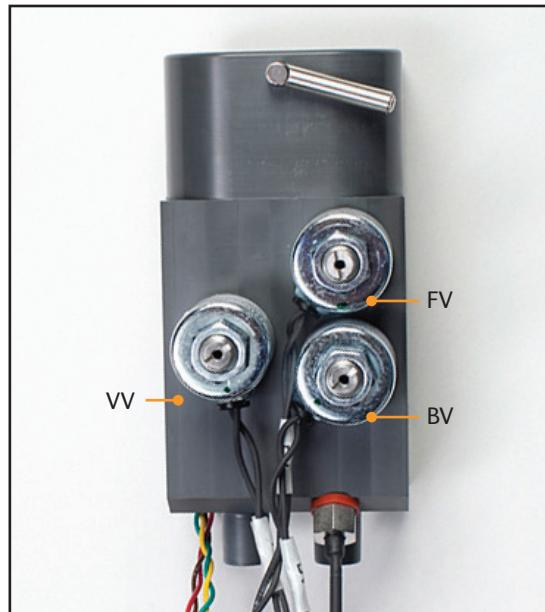

Fig. 8-62 Collettore; viene mostrata la posizione dei 3 solenoidi (Passaggio 8)
8. Quando si reinstalla il cablaggio del collettore, osservare che sul cablaggio sono presenti le etichette che identificano i solenoidi (FV, BV, VV). Se i solenoidi non sono nella posizione corretta come mostrato, il dispositivo non funzionerà correttamente (Fig. 8-62).